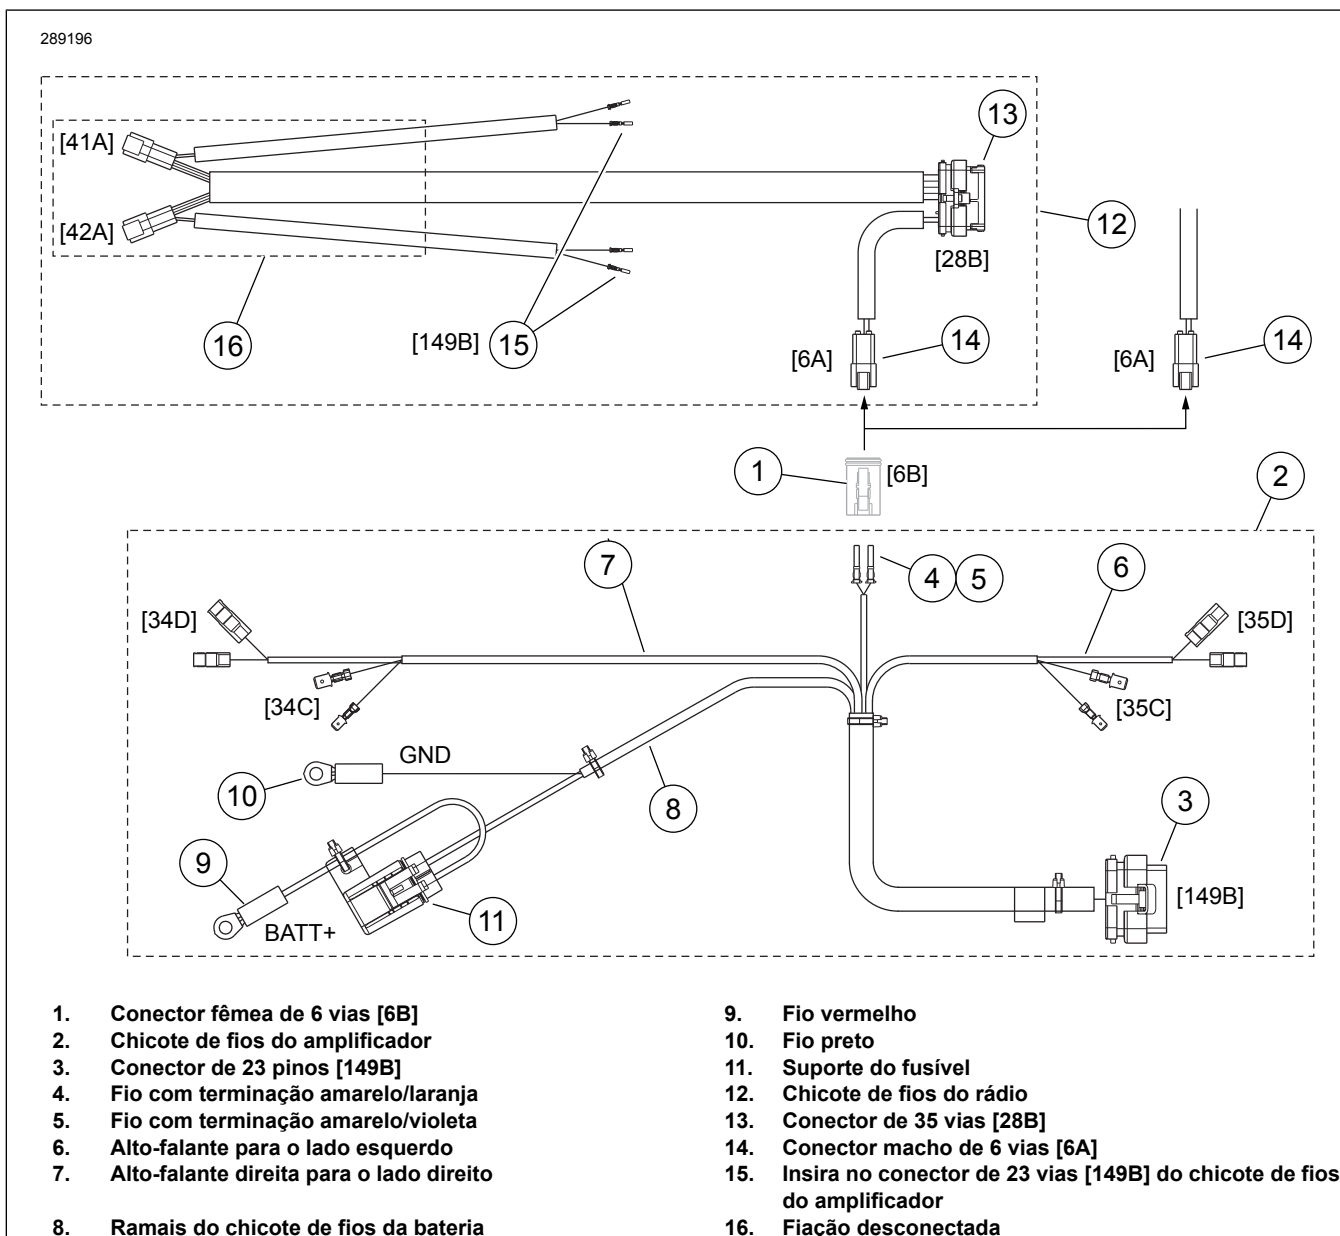

Figura 6. Gráfico de conexões do chicote de fios, amplificador montado na carenagem
2. Veja a figura 6. Siga as instruções do Manual de serviço para remover os pinos das cavidades 8, 15, 22 e 23 do conector de 23 vias (3) do chicote de fios do amplificador. Instale os condutores com terminais (15) que saem dos outros dois conectores de 6 vias do chicote de fios do rádio para o conector de 23 vias, conforme as seguintes instruções:
2. Veja a figura 6. Siga as instruções do Manual de serviço para instalar o fio com terminação **amarelo/laranja** (4) do chicote de fios do amplificador na cavidade 4 do conector fêmea [6B] (1), e o fio com terminação **amarelo/violeta** (5) na cavidade 5.
4. Ligue o conector fêmea de 6 vias [6B] no conector macho [6A] (14) do chicote de fios do rádio (12) instalado na seção anterior ou no chicote de fios do rádio do veículo.
5. Ligue o conector fêmea de 23 vias (3) no receptáculo que se encontra no lado do amplificador. Escutando um “clique” bem nítido.
14. Veja a figura 6. Use uma das abraçadeiras para cabos do kit para enrolar a fiação desconectada (16) do chicote de fios do rádio. Opcionalmente, os fios marrom e branco/marrom e o conector [42A] deles podem mandar sinais para mais um alto-falante esquerdo. Os fios verde e marrom e o conector [41A] deles podem mandar sinais para mais um alto-falante direito.
16. Veja a figura 6. Passe o ramal (8) restante do chicote de fios do amplificador, para trás, até o porta-chicotes de fios do veículo. Abra a tampa da bandeja do chicote de fios. Passe o chicote de fios do amplificador pelas aberturas do porta-chicotes, usando uma abraçadeira para prendê-lo ao chicote de fios principal.
17. Oriente o chicote de fios ao longo do lado direito da cavidade da bateria. Coloque o fio vermelho (9) do fusível e o fio terra preto (10) para frente do compartimento da bateria.
- Veja a figura 6. Dobre o suporte do fusível (11) e os fios de conexão do amplificador na frente da bateria.